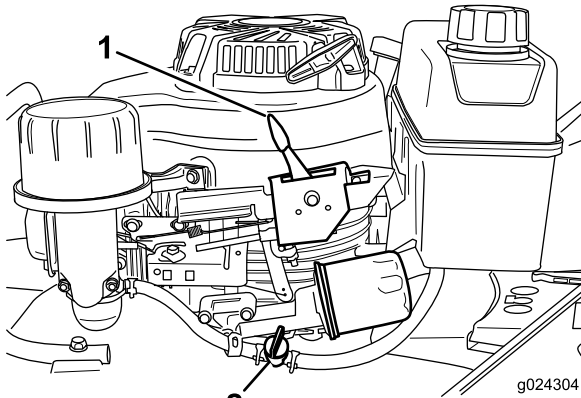

Figura 11
- Abra la válvula de combustible (Figura 11).
- Mueva la palanca de control del acelerador (Figura 11) a la posición de Estárter.
Suelte la barra de control de la cuchilla y mueva la palanca de control del acelerador (Figura 11) a la posición de Parada.
**Nota:** Cierre la válvula de combustible (Figura 11) a menos que vaya a volver a arrancar el motor en breve.